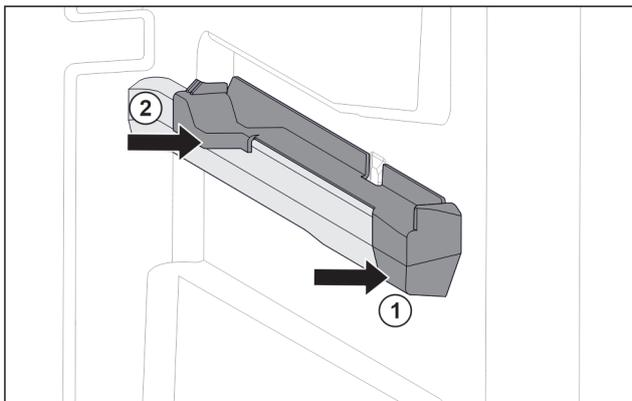

Fig. 104 Aufsteckteil auf der rechten Behälterrippe
- ▶ Aufsteckteil vorne an Behälterrippe ansetzen. Fig. 104 (1)
- ▶ Aufsteckteil hinten andrücken. Fig. 104 (2)